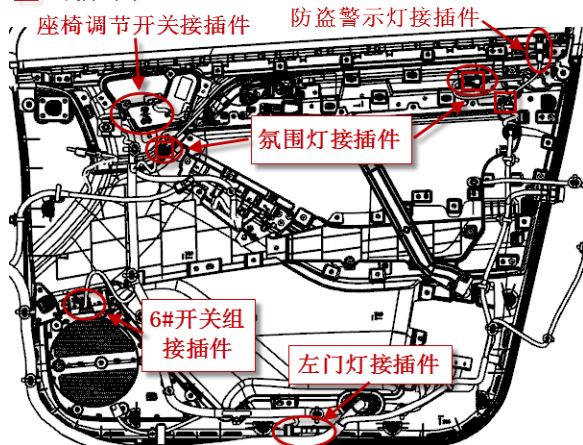

图8-1-7线束分支接插件拆卸示意图
(5) 如图8-1-7，分别按住防盗警示灯、座椅调节开关、氛围灯、6#开关组、左门灯接插件上的卡脚，同时用力向外侧把接插器拔下，再将各线束分支在门板背面固定的卡扣从门板上拔出。